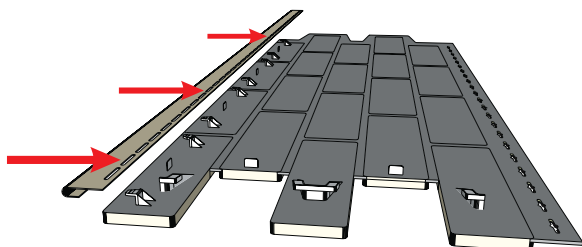
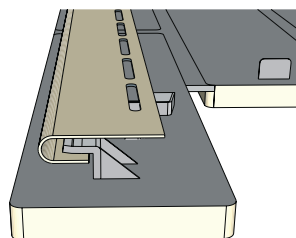

Рисунок 77
Рисунок 78
16.2 Установите стартовую планку на фасадную панель (Рис. 77, Рис. 78).